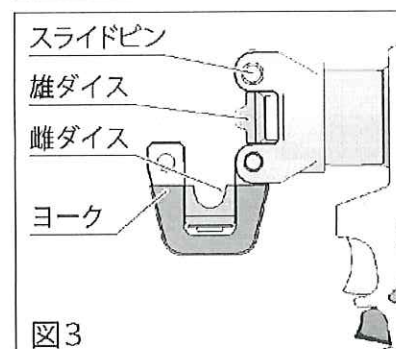

図3
3. 選定した雌ダイスはヨーク側に、雄ダイスはピストン側に装着します。（図3）